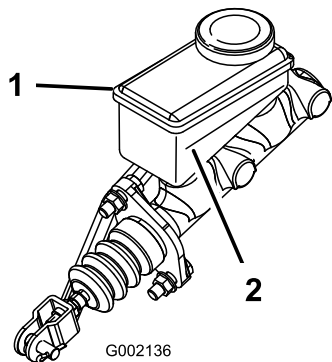

Figura 37
3. Mire el lateral del depósito, y asegúrese de que el nivel de aceite está por encima de la línea Mínimo (Figura 37).